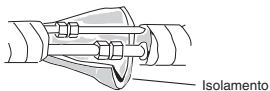

Fig. 3-62
- (3) Dobre cuidadosamente a tubagem (se necessário) para que passe ao longo da parede na direcção da unidade exterior e, em seguida, isole-a com fita em toda a sua extensão. O tubo de drenagem deve descer em linha recta na parede, até a um ponto em que o escoamento da água não manche a parede.
- (4) Ligue a tubagem do refrigerante à unidade exterior. (Depois de realizar um teste de vazamento no local de ligação, isole-o com o isolamento de tubagem. (Fig. 3-62)
- (5) Monte a tubagem do refrigerante, tubo de drenagem e cablagem entre unidades como mostrado na Fig. 3-62.